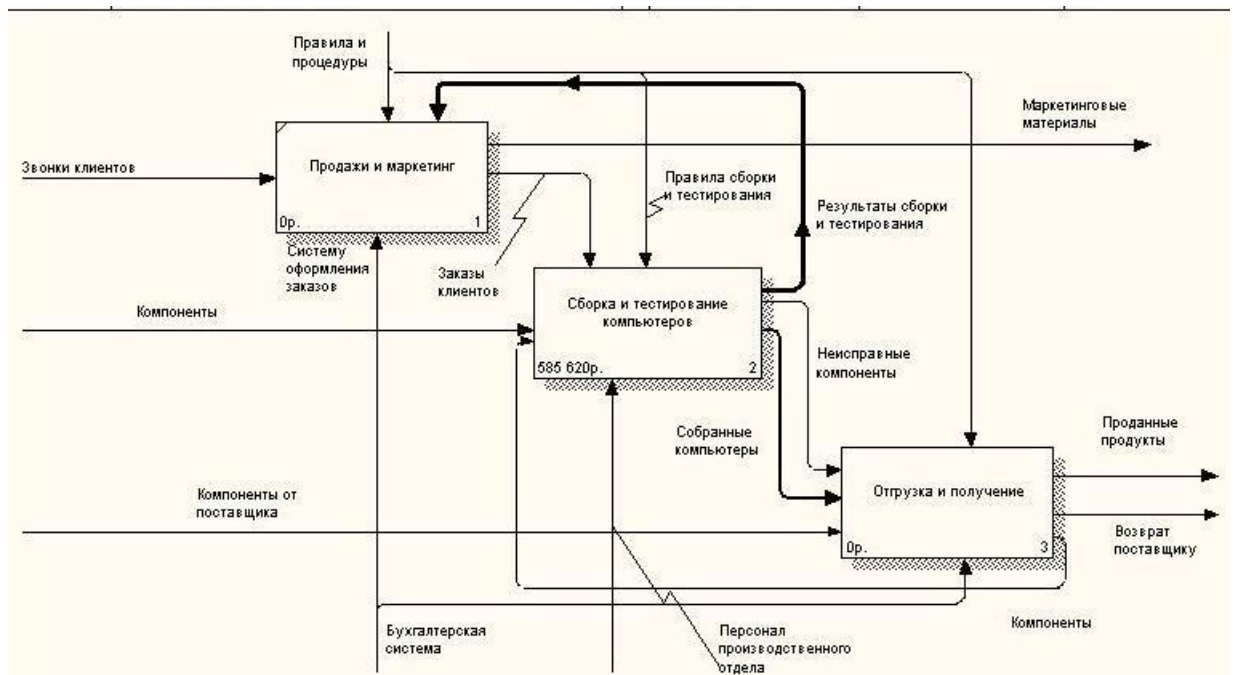

Рис. 7.3. Результат выполнения упражнения 12
2.2. На диаграмме АО тоннелируйте и свяжите стрелки согласно рис. 7.3.